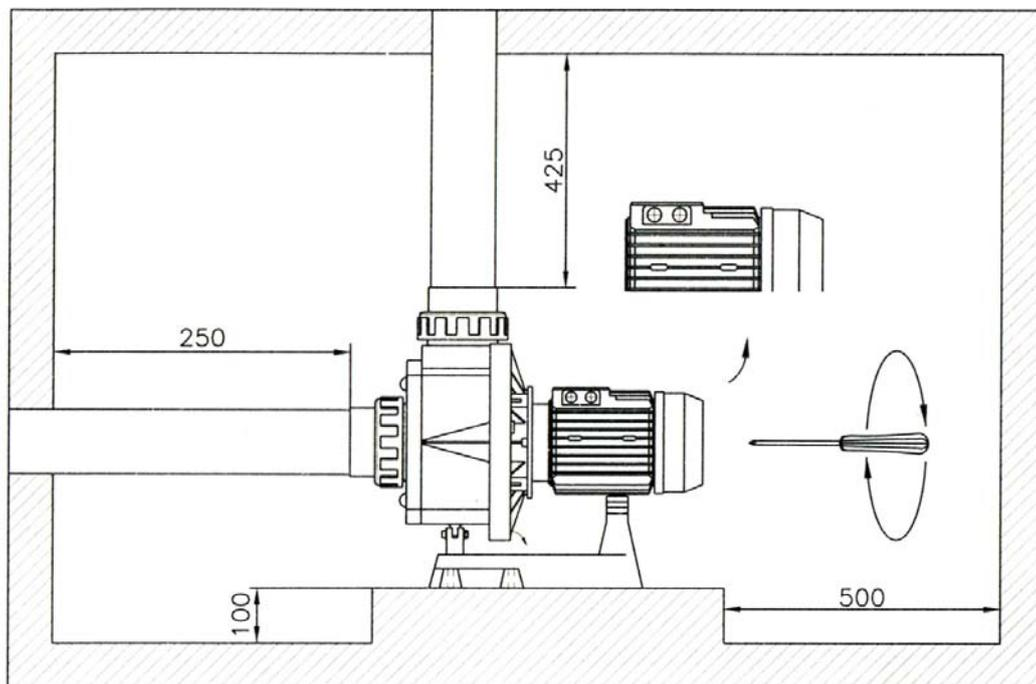

рис. 1
Размеры помещения должны обеспечивать свободный доступ к блоку двигателя в случае его демонтажа (в горизонтальном положении) и воздушного фильтра (в вертикальном положении) (см. рис. 1, стр. 8).
Убедитесь, что вал двигателя свободно вращается; запрещается запускать насос при заблокированном двигателе. Для ручного запуска с помощью отвертки, на конце вала со стороны вентилятора имеется паз (рис. 1 стр. 8). В трехфазных двигателях, работающих в обратном направлении крыльчатка (13) может отсутствовать. Обратное вращение может стать причиной механических повреждений. Запустите двигатель на несколько секунд и убедитесь, что направление вращения совпадает с направлением обозначенным стрелкой на крышке вентилятора. В противном случае свяжитесь с монтажником (смените фазы).